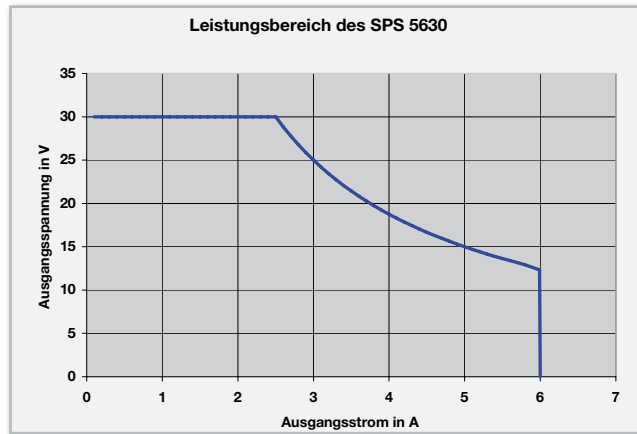

Bild 1: Der Betriebsbereich vom SPS 5630
- einstellbarer Ausgangsstrom von 0,1 bis 6 A (bis 12 V, darüber hinaus sinkt die maximale Stromentnahme bis zu einer Ausgangsspannung von 30 V auf max. 2,5 A – siehe Grafik in Abbildung 1)
Aufgrund des PWM-Schaltreglers ist die maximal mögliche Stromentnahme des SPS 5630 von der eingestellten Ausgangsspannung abhängig. Das SPS 5630 kann bis zu 12 V Ausgangsspannung einen max. Ausgangsstrom von 6 A liefern, während bei höheren Ausgangsspannungen sich die Strombelastbarkeit verringert, bis letztendlich bei 30 V Ausgangsspannung noch 2,5 A zur Verfügung stehen (Abbildung 1).